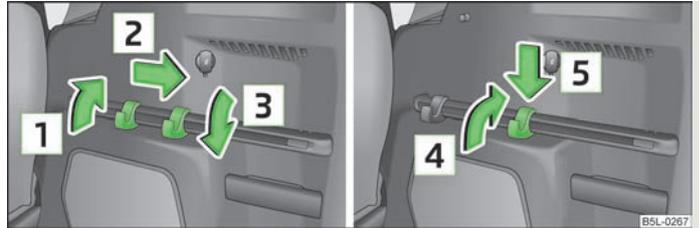

Abb. 56 Gepäckraum: Befestigungsleiste mit verschiebbaren Haken / Haken ausbauen
An beiden Seiten des Gepäckraums befindet sich je eine Befestigungsleiste mit je zwei verschiebbaren Haken zum Anhängen kleinerer Gepäckstücke, z. B. Taschen u. Ä. » Abb. 56.
- › Den Haken in Pfeilrichtung **1** » Abb. 56 nach oben bis zu einem Winkel von ca. 45° klappen.
- › Die Haken auf der Befestigungsleiste nach oben in Pfeilrichtung **1** klappen » Abb. 56.